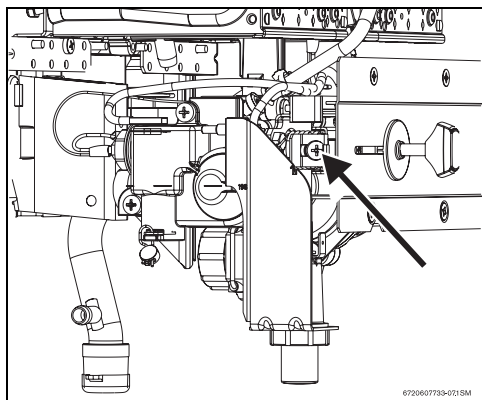

Рис. 7 Вит регулировки мин. расхода газа
- При помощи регулировочного винта (рис. 7), отрегулировать давление по таблице 5.